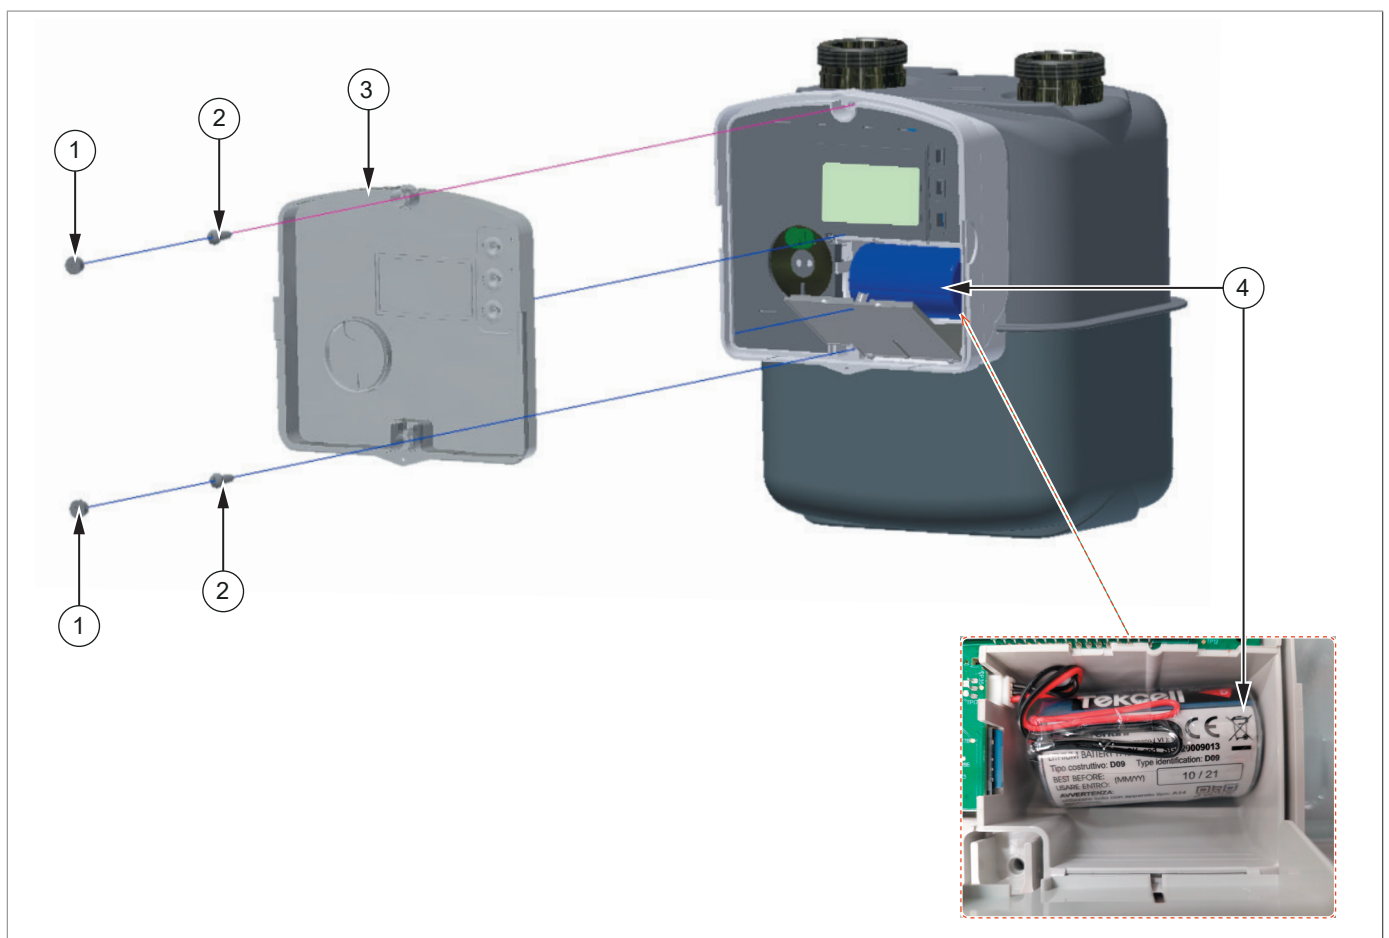

Fig. 11.13. Peças sobressalentes
- uma posição indicada no desenho de montagem do equipamento (Fig. 11.13);